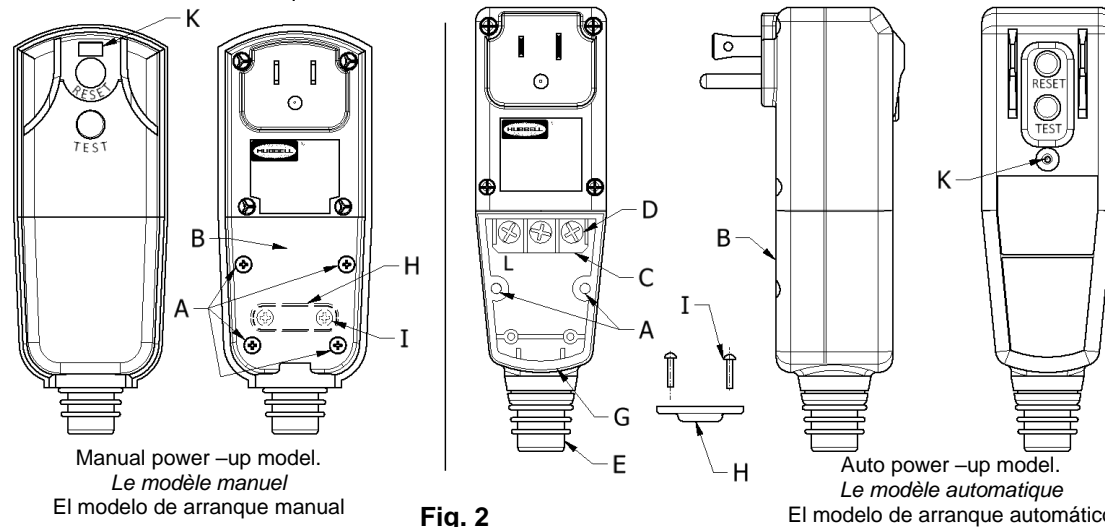

Fig. 2
3. Retirer les vis **A** (Fig. 2).
3. Quitar los tornillos **A** (Fig. 2).
3. Remove screws **A** (Fig. 2).